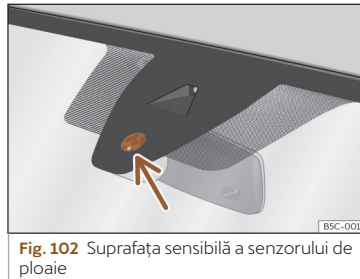

Fig. 102 Suprafața sensibilă a senzorului de ploaie
Cauzele posibile ale defecțiunilor și indicațiilor incorecte ale suprafeței senzoriale >>> fig. 102 a senzorului de ploaie includ:
- Curățați periodic suprafața sensibilă a senzorului de ploaie»» fig. 102 (săgeată) și verificați starea lamelor ștergătoarelor.